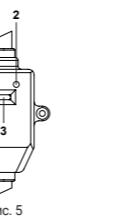

Рис. 5
| Индикация на дисплее отсутствует | Сработала защита УЗО. | Протестируйте УЗО, нажав кнопку «test». В случае, если УЗО прошло тестирование, нажмите на кнопку (3) переделанную. В случае, если тестирование не проходит, свяжитесь со специалистами по техническому обслуживанию для осуществления ремонта (см. рис. 5). |